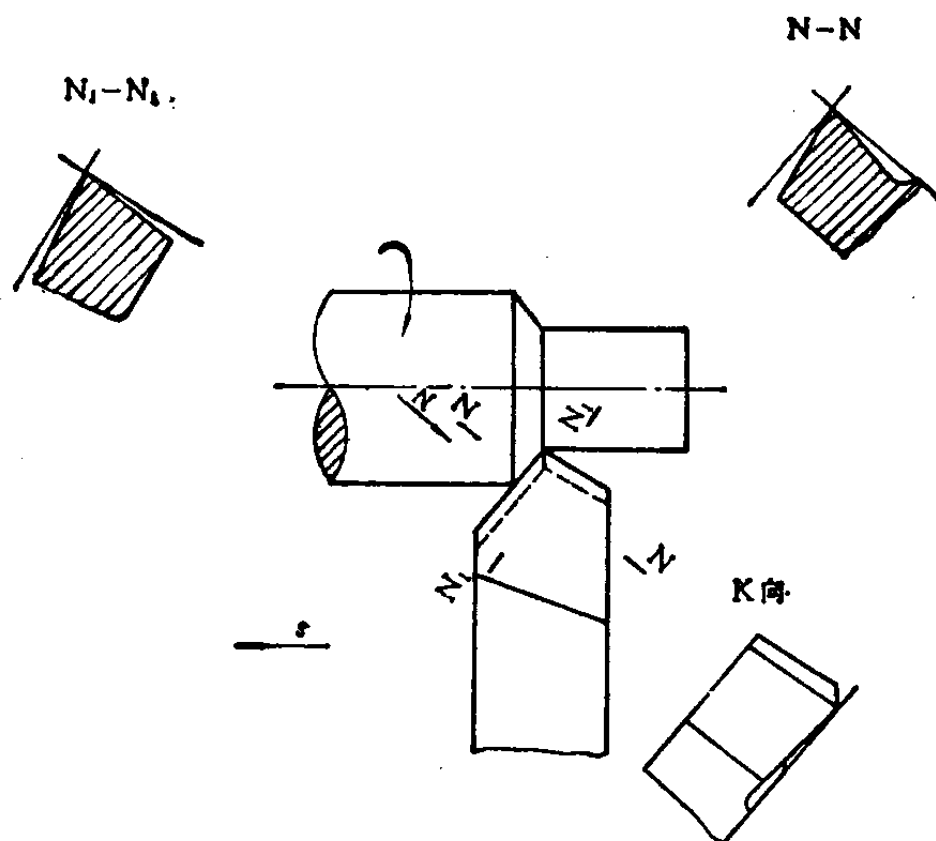

图 1-2
9. 在图 1-2 中标注出外圆车刀前角、主后角、副后角、主偏角、副偏角及刃倾角的代号。